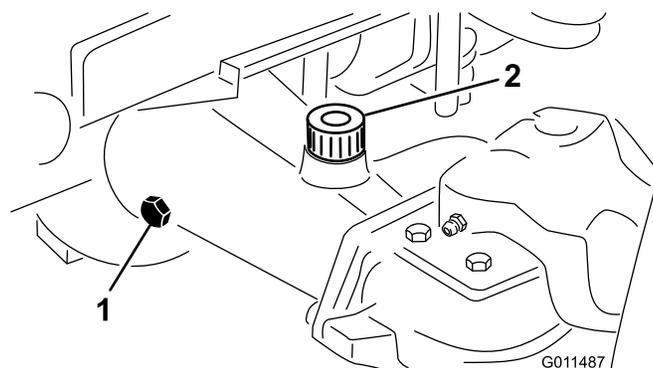

Bild 14
2. Entfernen Sie die Prüfschraube aus einem Ende der Achse (Bild 14) und stellen sicher, dass der Schmierstoff die Unterseite des Lochs erreicht. Entfernen Sie bei niedrigem Ölstand die Füllschraube (Bild 14) und füllen genug Öl